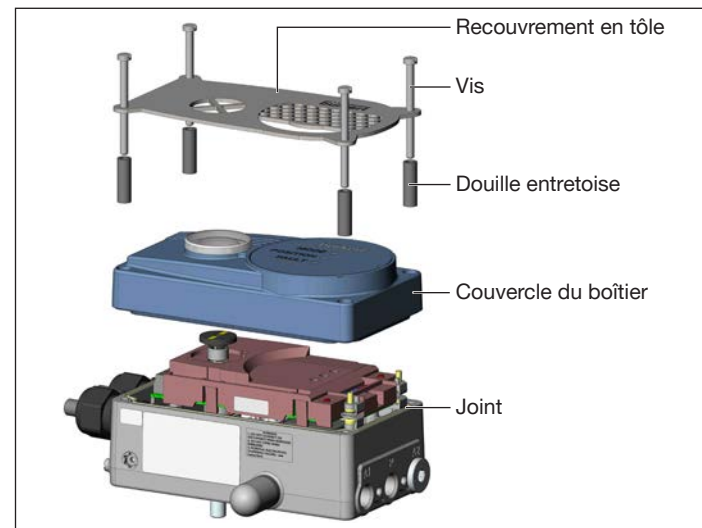

Fig. 4: Montage/démontage du recouvrement en tôle et du couvercle du boîtier d'après l'exemple du type 8791
- Poser le recouvrement en tôle avec les vis et les douilles entretoises (voir « Fig. 4 »).
- Serrer les vis (4) à fond à la main jusqu'en butée.